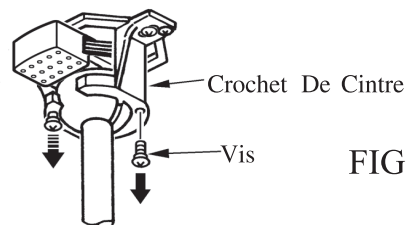

FIG.7
3. Retirez l'une des vis et desserrez les autres vis du support de suspension. (Voir fig.7)